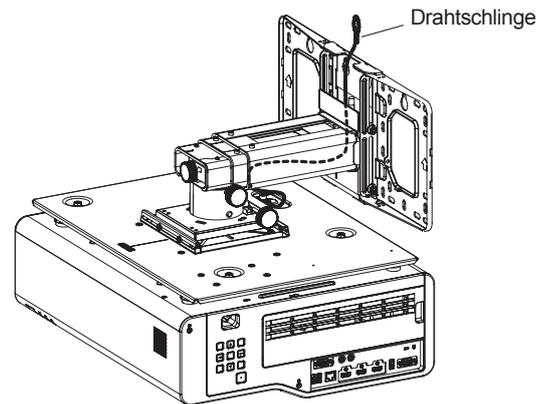

Abb. 5
- 5) **Führen Sie die Drahtschlinge durch den Arm und ziehen Sie sie bis zur Oberseite der Wandmontagehalterung heraus. (Abb. 5)**